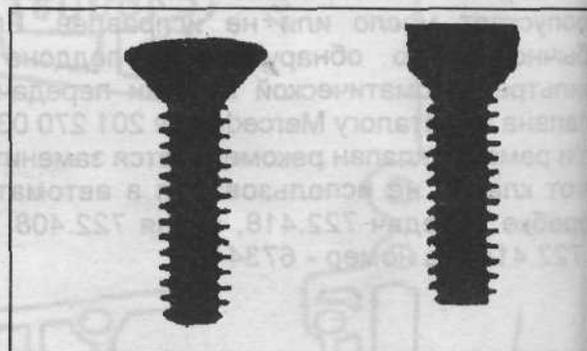

Рис. 30.
3. Затем расплющите края головок болтов так, чтобы они целиком были утоплены и приняли форму конических фасок (рис. 30).